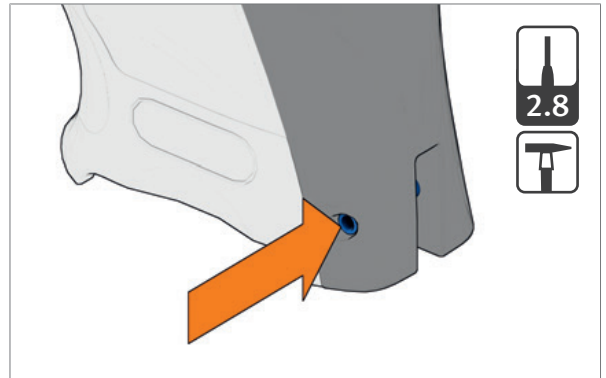

Abb. 21: Spannstift für Griff Rücken austreiben
1. Spannstift für Griff Rücken austreiben (Abb. 21).